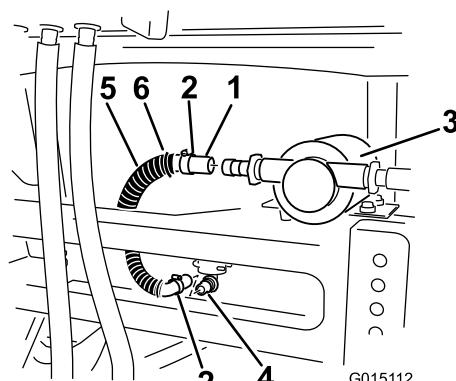

Figure 24
- Raccordez une extrémité du flexible au raccord à 90 degrés situé au fond du réservoir de rinçage (Figure 24).
10. Posez le couvercle sur la pompe et insérez les languettes dans les fentes du longeron (Figure 24).